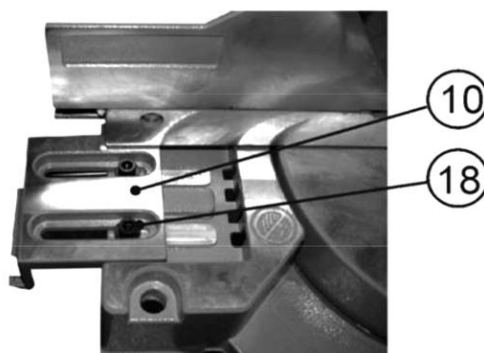

Рис. 5
- Поднимите вверх рычаг (26), переместите влево удлинитель фронтального упора (27), переместите в нижнее положение рычаг (26) и зафиксируйте удлинитель фронтального упора (27)(См. Рис.5).
- Ослабьте фиксацию двух болтов (18), переместите влево удлинитель стола (10) двумя болтами (18) и зафиксируйте положение удлинителя стола (10)(См. Рис.5).